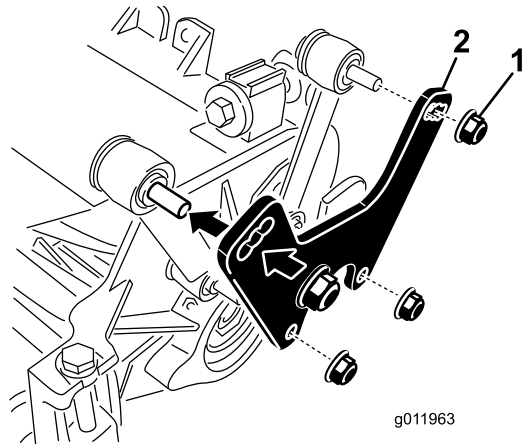

图9
1. 拆下把提升杆固定到滚刀组侧板和承载架上的螺母和垫圈图9。